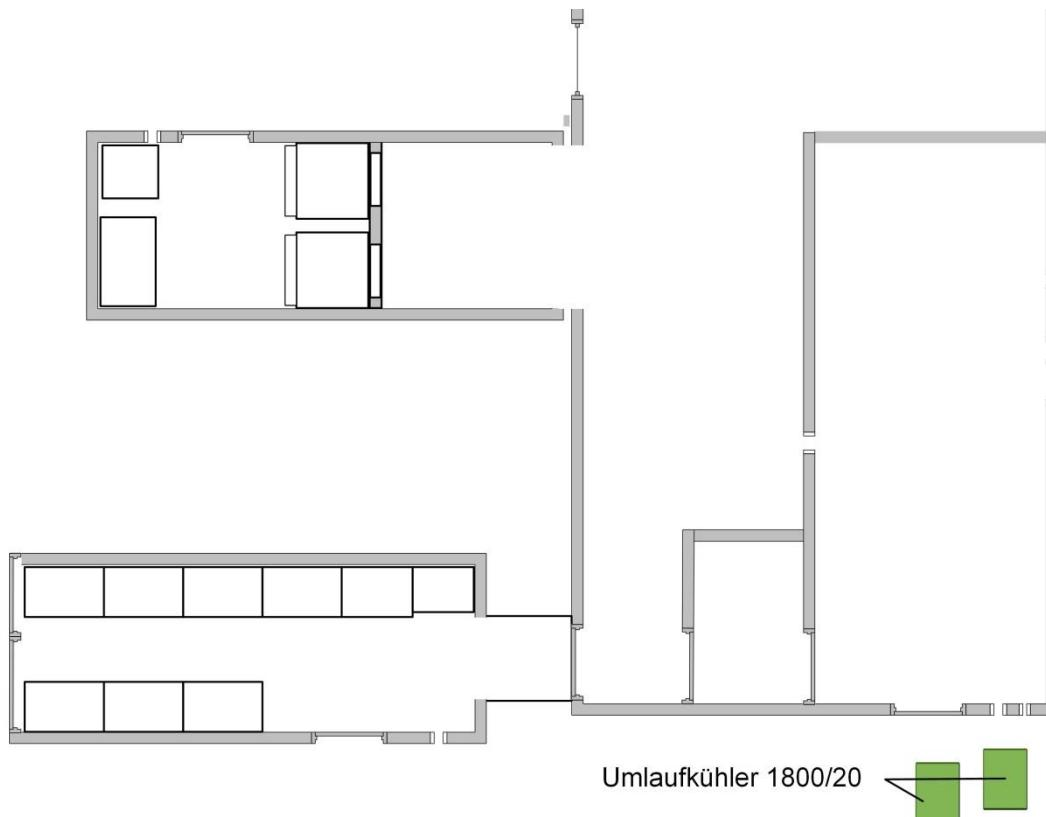

Abb. 7: Positionierung der Umlaufkühler
- ◆ Heben Sie den Kistenstapel mit einem Stapler¹ aus dem Container und platzieren die Umlaufkühler gemäß Abb. 7:.